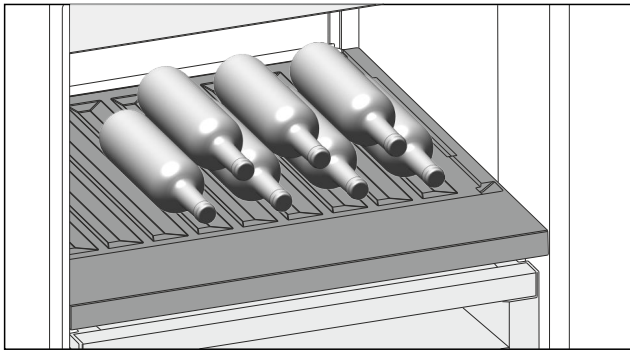

Fig. 215 Ілюстративне зображення
- ▶ Помістіть пляшки дном у напрямку до задньої стінки. (див. Fig. 215)